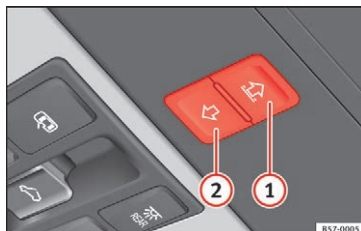

Fig. 133 I loftet: knapper til rullegardin
Knapperne » **Fig. 133** **(1)** og **(2)** har to trin. I det første trin kan rullegardinet åbnes eller lukkes helt eller delvis.
- *Rullegardin:* Du skal trykke på knappen »» **Fig. 133** , indtil rullegardinet er helt